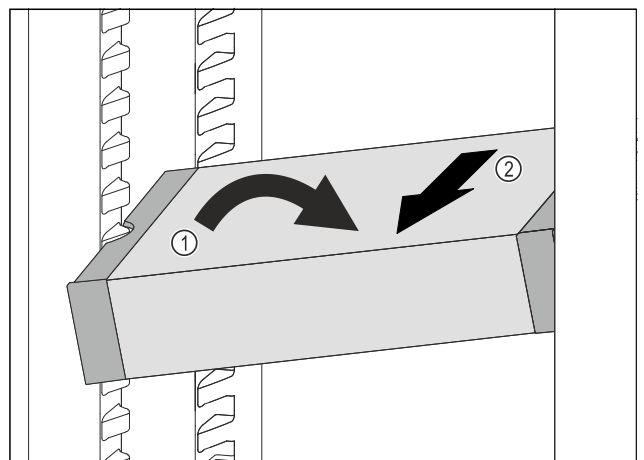

Fig. 42
- ▶ VarioSafe im Kühlteil schräg stellen. Fig. 42 (1)
- ▶ VarioSafe nach vorne entnehmen. Fig. 42 (2)